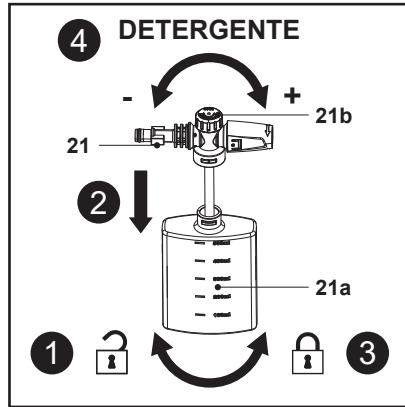

Fig. 13
Reabastecimento e utilização de detergente, conforme ilustrado na Fig. 13.
1. Segure o bocal do recipiente de detergente (21) e, em seguida, desbloqueie e remova o recipiente (21a) (Fig. 13, passo 1).
2. Certifique-se de que o tubo de fornecimento de água está devidamente fixo ao bocal (21) do detergente.
4. Coloque o bocal do recipiente de detergente (21) no recipiente (21a) (Fig. 13, passo 2).
5. Segure o bocal do recipiente de detergente (21) e, em seguida, bloqueie o recipiente (21a) firmemente no mesmo (Fig. 13, passo 3).
6. Rode o botão ajustável (21b) para a direita para realizar uma lavagem com detergente em alta dose e para a esquerda para efetuar uma lavagem com detergente em baixa dose (Fig. 13, passo 4).
7. Monte o bocal do recipiente de detergente (21) diretamente na pistola de pulverização (16) ou monte-o através do cabo extensor (18).
8. O bocal (21) do recipiente de detergente está pronto a utilizar.